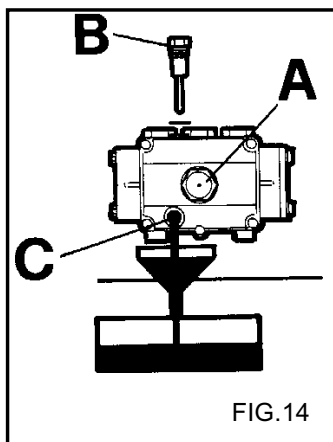

FIG.14
Dabei geht man folgendermaßen vor: Fig.14
- 2) Den Mess-Stab (Fig.14) herausdrehen.